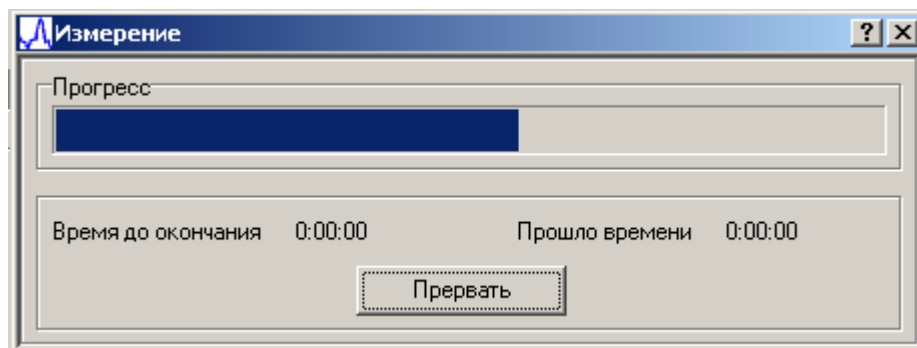
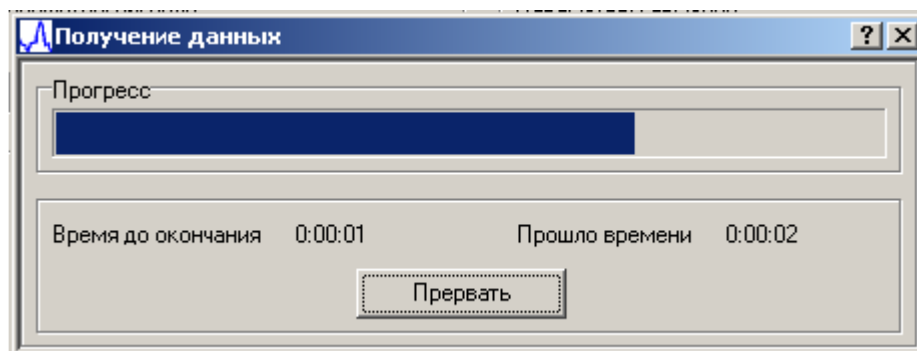

Рисунок 29. Окно индикации процесса измерения
Рисунок 30. Окно индикации процесса получения данных
6.5.1.2 Следуя указаниям, установить параметры на поверяемом приборе и продолжить процесс поверки. Далее будет показан окно с ходом измерения и получения массива данных с измерительного блока установки (см. рисунок 29 и рисунок 30).